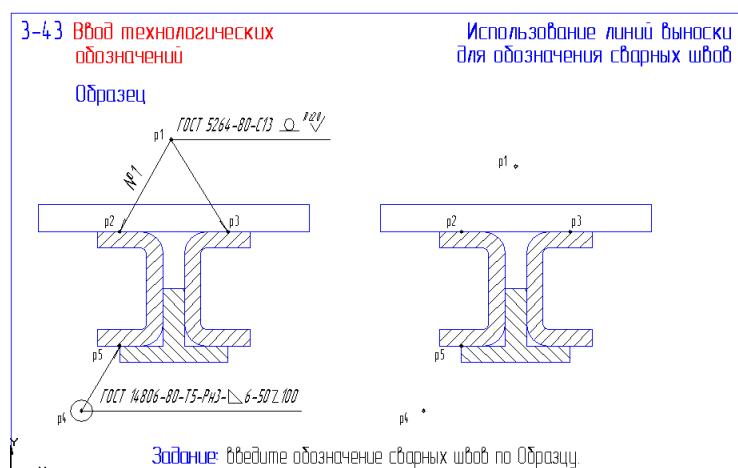

Рис. 56
50. Откройте файл фрагмента 3-43 (рис. 56).